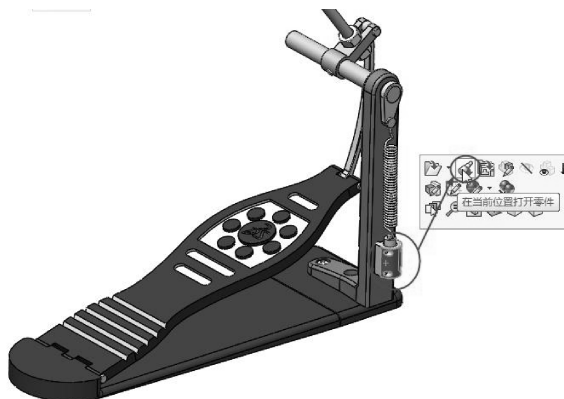

图 5-46 打开圆柱零件
- 11 在菜单栏中选择【窗口】|【1 drum_Pedal.sldasm】命令，进入到装配模式。选择弹簧系统的圆柱体零件，将其在当前位置打开，如图 5-46 所示。